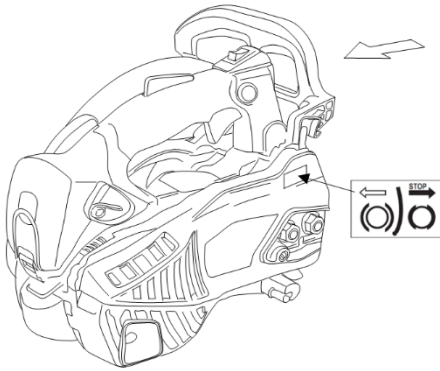

Abb. 3
- 2) Bringen Sie die Kettensäge in die in Abb. 3 dargestellte Position und vergewissern Sie sich, dass die Sicherheits-Kettenbremse deaktiviert ist (Pfeil in Abb. 3).